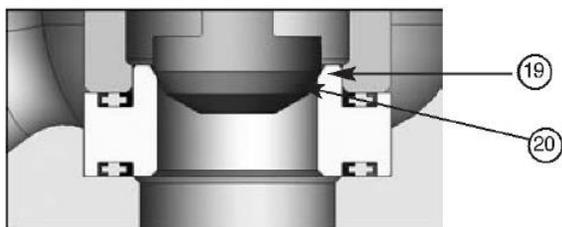

Рисунок 3 – Уплотнительные поверхности плунжера и седла
10. После притирки. Разберите детали, чтобы очистить их, а затем повторно соберите. Убедитесь, что опорные углы находятся в допустимых пределах. См. рисунок 3.